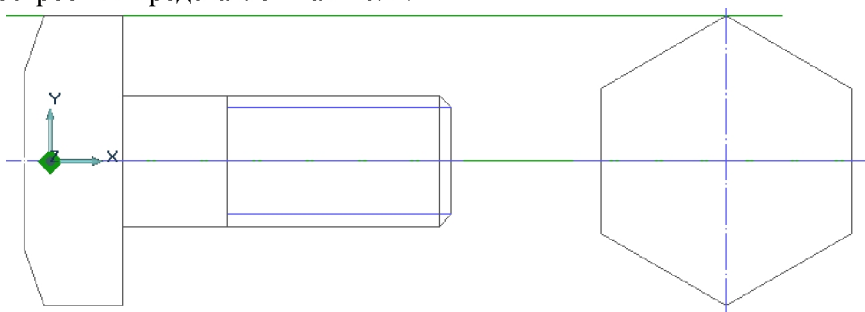

Рис. 3. Построение эскиза болта, этап 2
- Выберите все построенные элементы и зеркально отразите их относительно оси, воспользовавшись клавишей **Зеркальное отражение** . Постройте вспомогательные линии: подведите курсор к концу оси и нажмите клавишу **C**, курсор привяжется к узлу оси, нажмите клавишу **L** и введите угол 0. Будет построена горизонтальная вспомогательная линия. Привяжитесь к самой верхней точке головки болта, и постройте вторую горизонтальную линию. Постройте вертикальную линию справа от болта, нажав клавишу **L** и указав угол 90. Воспользуйтесь примитивом **Многоугольник с осями симметрии** , в открывшемся окне выберите **Число сторон** равное 6, **Тип** Вписанный. Постройте шестиугольник справа от изображения болта. Результат построений представлен на Рис. 3.